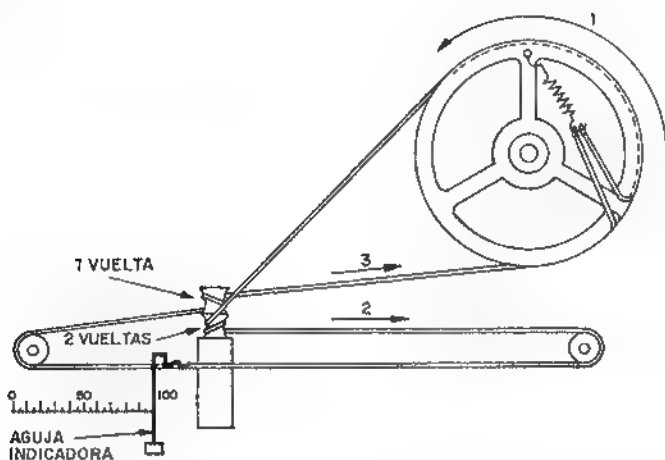

Fig. T6-4
7.ª Finalmente, la cuerda penetra por el canal de la rueda y por su garganta, anudándose su extremo libre al del muelle en que se había anudado el principio de la cuerda, de manera que el muelle y la cuerda queden tensos y no patine la cuerda al girar el eje (ver la figura T6-4).
9.ª Entrelazar la aguja que indicará la sintonía del receptor en la cuerda, de forma que quede hacia el número 100 de los que hay grabados en el dial, o sea, a la derecha del mismo (ver la figura T6-4).